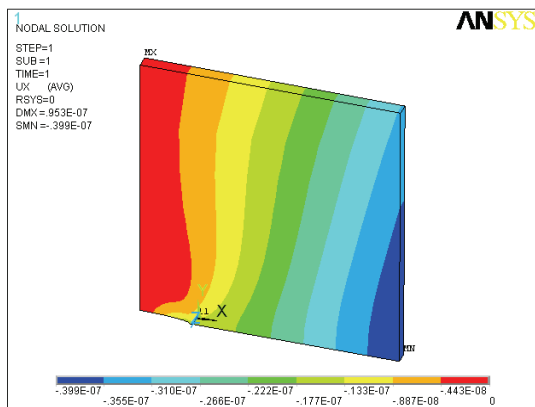

图 8-45 X 方向位移等值线图
1) 选择 Main Menu | General Postproc | Plot Results | Contour Plot | Nodal Solu 命令, 出现 Contour Nodal Solution Data 对话框, 选择 Nodal Solution | DOF Solution | X-Component of displacement, 单击 OK 按钮, ANSYS 窗口将显示如图 8-45 所示的 X 方向位移等值线图。